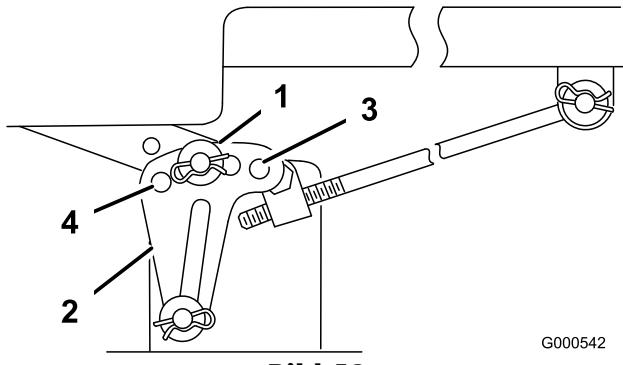

Bild 52
6. Entfernen Sie den Splint und die Scheibe von der Nivellierhalterung (Bild 52).
7. Bringen Sie zum Nivellieren der(s) Schnittmesser(s) die Nivellierhalterung(en) in einem anderen Loch an und setzen Sie die Scheibe und den Splint wieder ein. (Bild 52). Durch ein vorderes Loch wird die Schnittmesserhöhe gesenkt und durch ein hinteres Loch angehoben. Stellen Sie beide Seiten bei Bedarf ein.